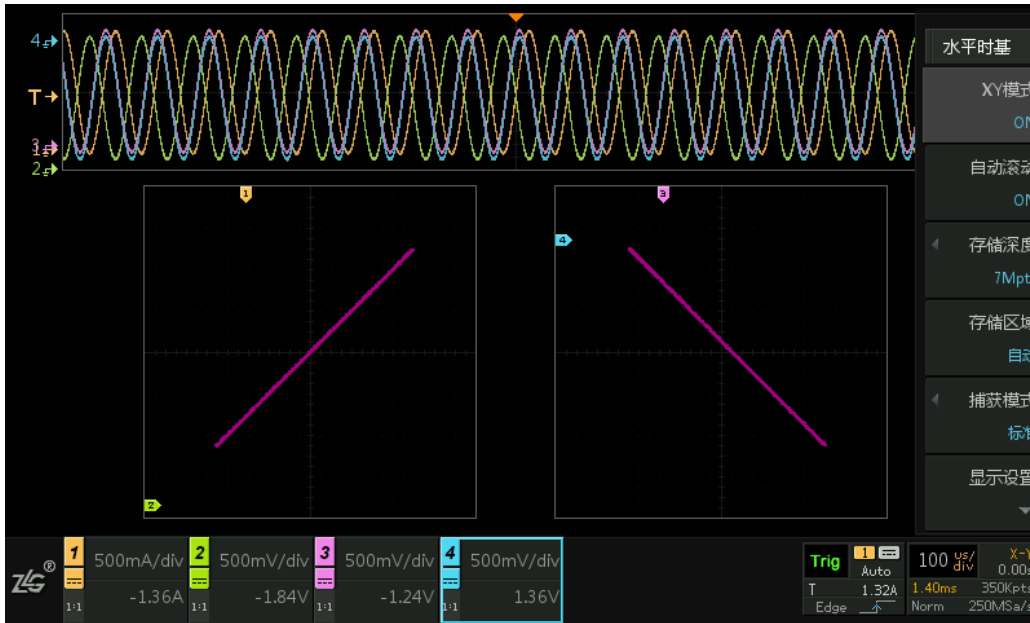

图 9.9 45 斜线
- 当  $\Phi = 0$  时，即两个通道的信号相位相同，此时  $Y = X$  ( $A = B$ )，对应的显示波形即为一 45° 斜线，如图 9.9 左图所示。
- 当  $\Phi = \pi$  时，即两个通道的信号相位相反，则  $Y = -X$  ( $A = B$ )，对应的显示波形即为一 45° 斜线，如图 9.9 右图所示；